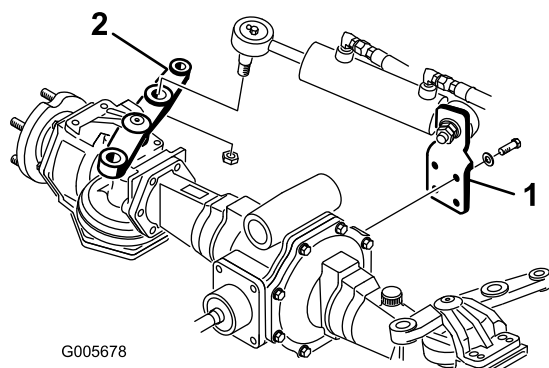

Figura 3
2. Monte o apoio do cilindro na parte de trás do eixo com 4 parafusos (M10 x 30) e anilhas (Figura 3). Aplique Loctite 242, ou equivalente e aperte os parafusos com 65–81 Nm.